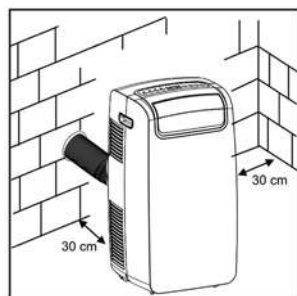

Fig. 6
Si es necesario, puedes realizar una instalación de tipo semipermanente del aparato (Fig. 6). Para ello, sigue los siguientes pasos:
- Introduce el otro extremo del montaje del tubo en el soporte que has instalado anteriormente en la pared, tal y como se muestra en (Fig. 6).